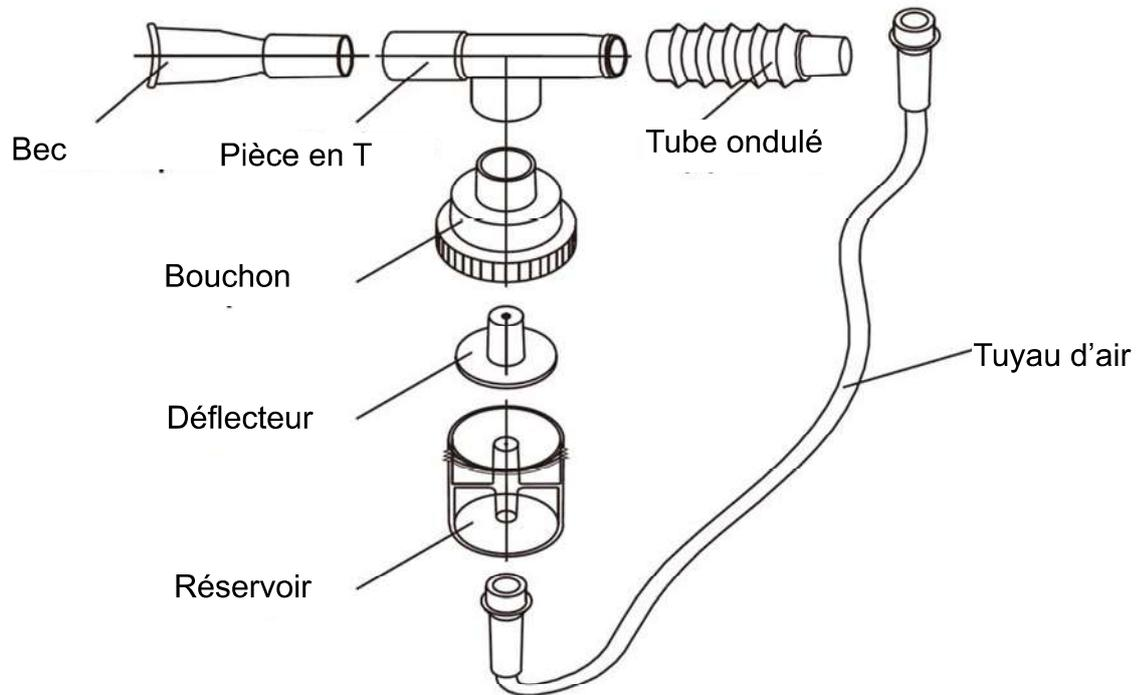

Figure 8 : Composants du nébulisateur
► Une fois le nettoyage terminé, faites sécher tous les composants avant de les ranger (l'installation du nébulisateur est représentée en Figure 8).
- 1) Après avoir procédé à la nébulisation, retirez le nébulisateur du concentrateur d'oxygène. Éteignez le concentrateur d'oxygène, débranchez le tuyau, retirez le couvercle, démontez le nébulisateur de la manière indiquée en Figure 8.